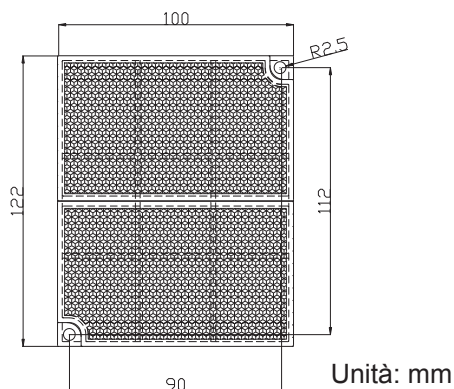

Fig. 11a
3. **Installazione del riflettore:** Installare il riflettore sulla parete opposta rispetto al rilevatore, ma allineato con esso. Se la distanza tra il rilevatore e il riflettore è superiore a 8 m (inferiore o uguale a 40 m), è sufficiente un solo riflettore. Se la distanza è superiore a 40 m (inferiore o uguale a 100 m), saranno necessari quattro riflettori. Fissare il riflettore utilizzando due viti a tassello in plastica da Ø6. Per le dimensioni di montaggio, fare riferimento alla Fig.11a. Qualora siano necessari quattro riflettori,